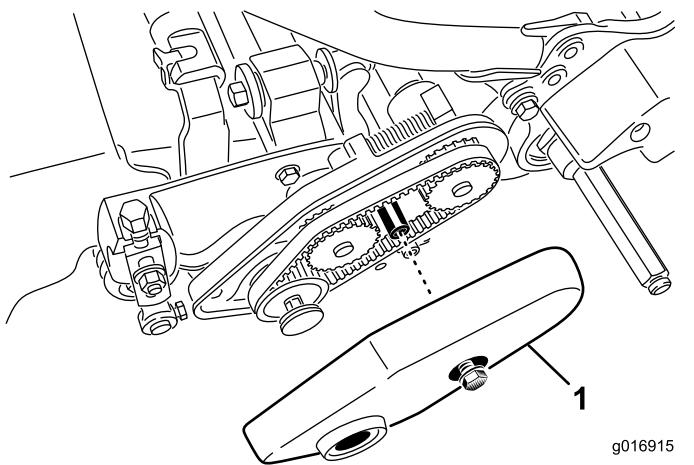

Figura 20
2. Allentate il bullone della flangia che fissa il copricinghia, e togliete il copricinghia per accedere alla cinghia (**Figura 20**).